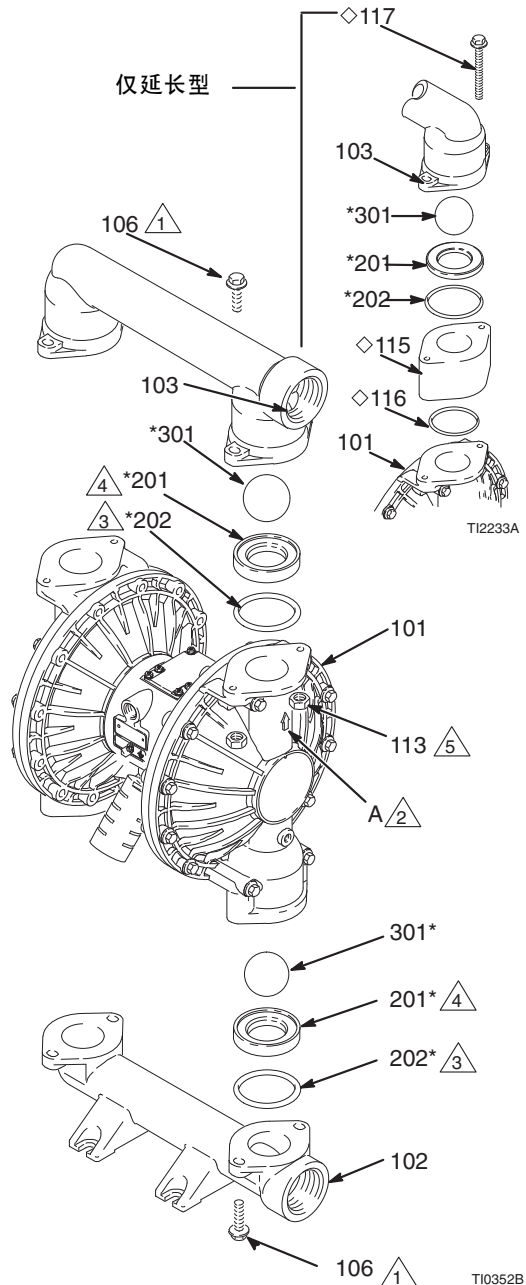

图 10
3. 用 10 毫米的套筒扳手，把用于将出口歧管 (103) 固定在流体封盖 (101) 上的四个螺栓 (106) 卸下。参见图 10。
4. 将阀座 (201)、阀球 (301) 和 O 形圈 (202) 从歧管上卸下。
2. 按照图 10 中的所有注释，以相反的顺序重新组装。确保完全按照图示组装球止回阀。流体盖 (101) 上的箭头 (A) 必须指向出口歧管 (103)。